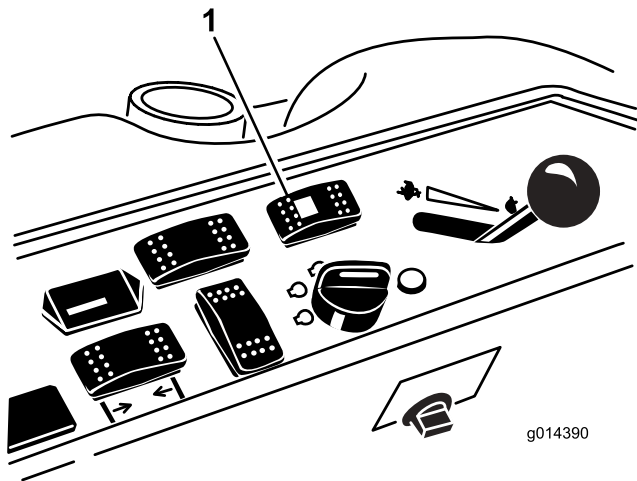

Bild 40
1. Drücken Sie den Lenkwahlschalter in die Rückwärtsposition (Vierradlenkung) (Bild 40).